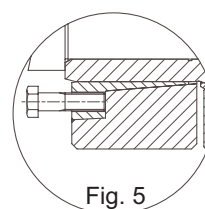

Fig. 5
- Nel caso gli anelli del giunto non si separassero spontaneamente dopo avere allentato le viti, trasferirne alcune (n°2 viti a 180° oppure n° 4 viti a 90°) nei fori d'estrazione dell'anello interno (vedi fig. 5), avvitando le viti non più di un giro per volta, se n° 2 viti alternativamente, se n° 4 viti in senso circolare